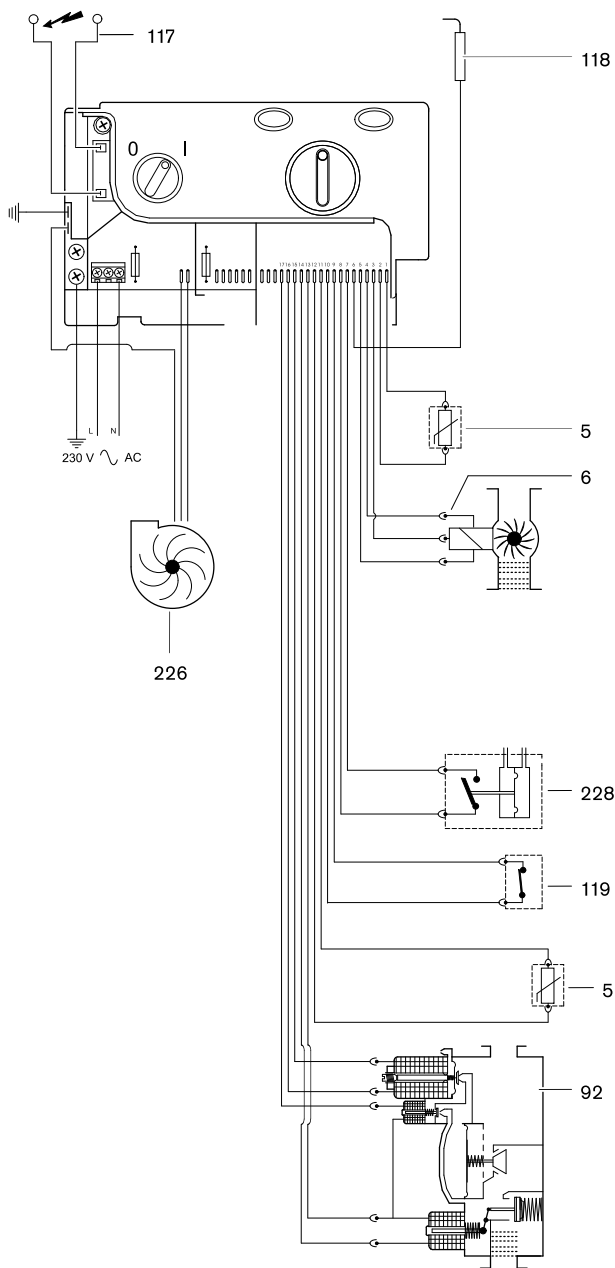

Fig. 3 Kopplingsschema
När en varmvattenkran är öppen, ska vattenflödessensorn vara i (Fig. 3, pos. 6) och skicka en signal till kontrollenheten. Signalen gör följande:
- Samtidigt ges gnistor och gasventilen (Fig. 3, pos. 92) öppnas.
- Joniseringselektroden (Fig. 3, pos.118) kontrollerar lågans tillstånd